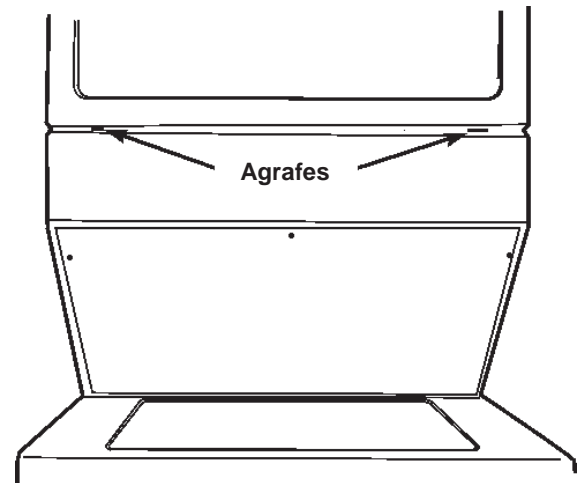

Figure 7
3. Déposer le panneau inférieur en repérant les deux (2) agrafes de retenue du panneau inférieur qui se trouvent à environ 4 pouces de chaque côté. Pour cela, utiliser un couteau à mastic pour déposer les agrafes. Voir la Figure 7.